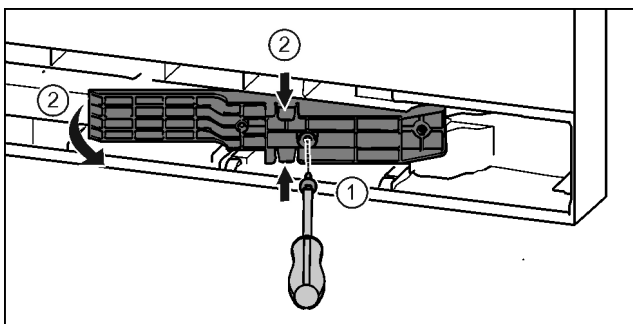

Fig. 20 *
- ▶ Schrauben mit Schraubendreher T15 lösen. Fig. 20 (1)*
- ▶ Adapterstück herausziehen. Fig. 20 (2)*